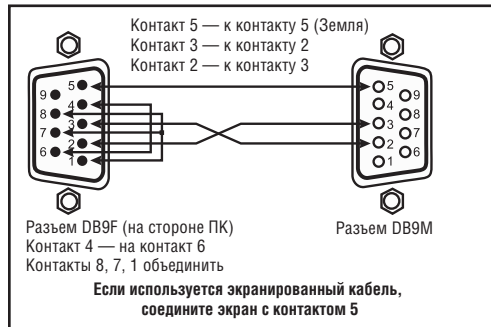

Рис. 5. Подключение прибора без применения нуль-модемного переходника
- Подключить порт RS-232 на приборе к порту RS-232 на задней стенке главной панели **RC-160**, как показано на рис. 5